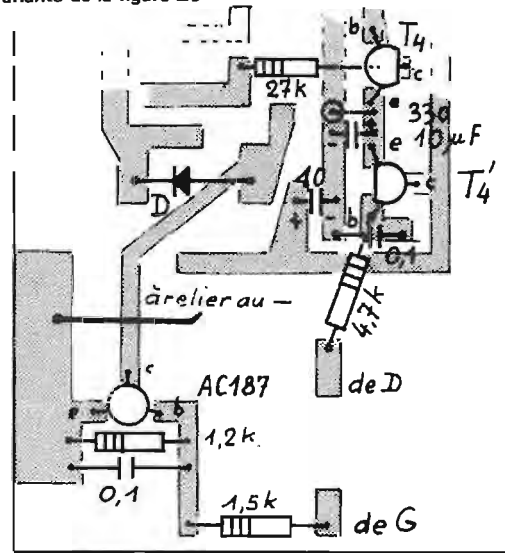

Fig. 34 - Variante figure 19 et 24
b) Réalisation. Très peu de différences avec les deux premiers modèles. Le Minibob étant supprimé, la contre-plaque et ses entretoises sont inutiles. La figure 34 donne le détail de la modification à apporter à la figure 24, d'une part avec l'adjonction de T₄, d'autre part avec le AC187 du relais. Mais cette figure montre en même temps la modification à apporter à la figure 19, pour ce qui concerne le relais.